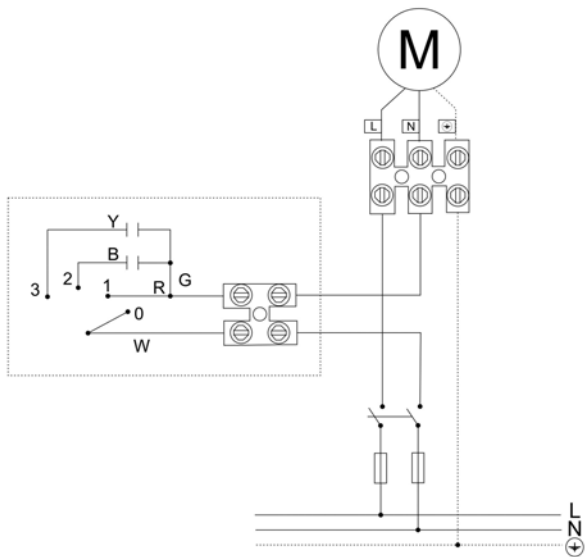

Fig. 7
- Le schéma de raccordement pour connecter le variateur de vitesse fournie avec le ventilateur, indiqué dans la **Figure 7**.